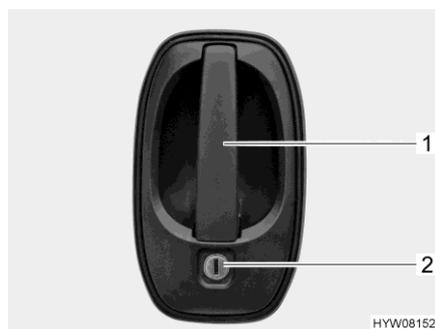

Fig. 28 Cerradura de la puerta
- Introducir la llave en el cilindro de cierre (Fig. 28,2) y girarla hasta que esté desbloqueada la cerradura de la puerta.
- Tirar del tirador de la puerta (Fig. 28,1). La puerta está abierta.
- Introducir la llave en el cilindro de cierre (Fig. 28,2) y girarla hasta que esté bloqueada la cerradura de la puerta.